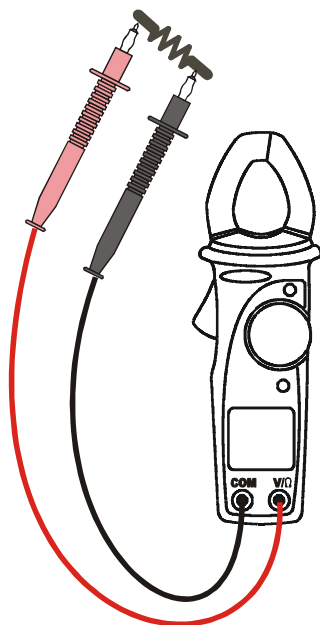

Fig. 7: Utilizzo della pinza per misure di resistenza
2. Inserire il cavo rosso nel terminale di ingresso V/ $\Omega$  e il cavo nero nel terminale di ingresso COM, come mostrato in Fig. 7.